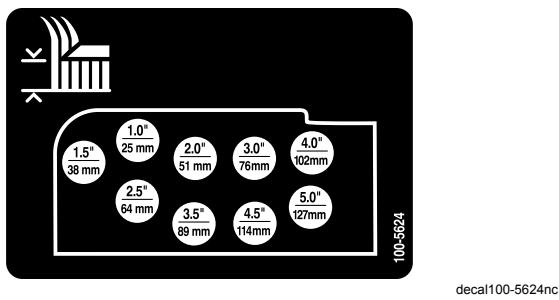

Bild 22
9. Montieren Sie die Schnitthöhenketten im gewünschten Schnitthöhenloch und befestigen Sie sie mit dem Splint und dem Lastösenbolzen (Bild 22).